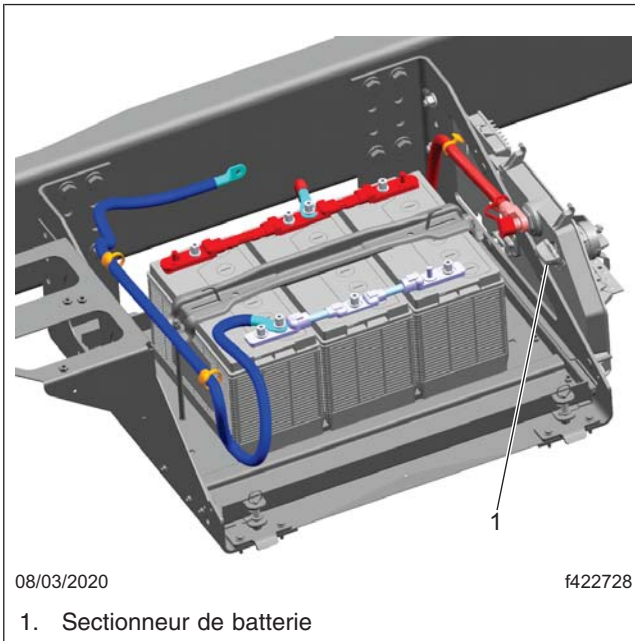

Fig. 1, Sectionneur de batterie
3. À l'aide de l'interrupteur général, situé dans le compartiment des batteries, coupez l'alimentation électrique par les batteries. Reportez-vous à la **Figure 1**.